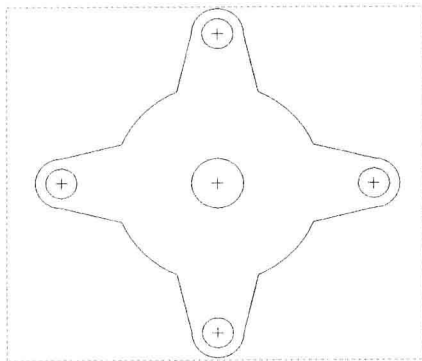

图 13-17 轴承盖效果
Step 06 单击“编辑”面板中的“删除段”按钮，在绘图区删除多余的线段，并在绘图区选择多余的中心线，按【Delete】键将其删除，此时即可完成轴承盖的绘制，效果如图 13-17 所示。